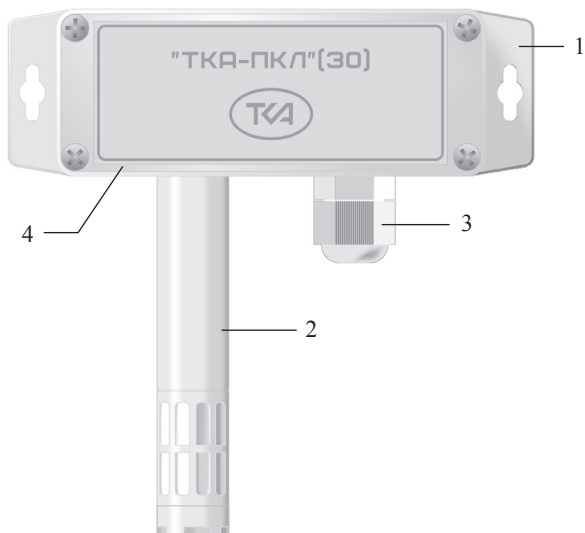
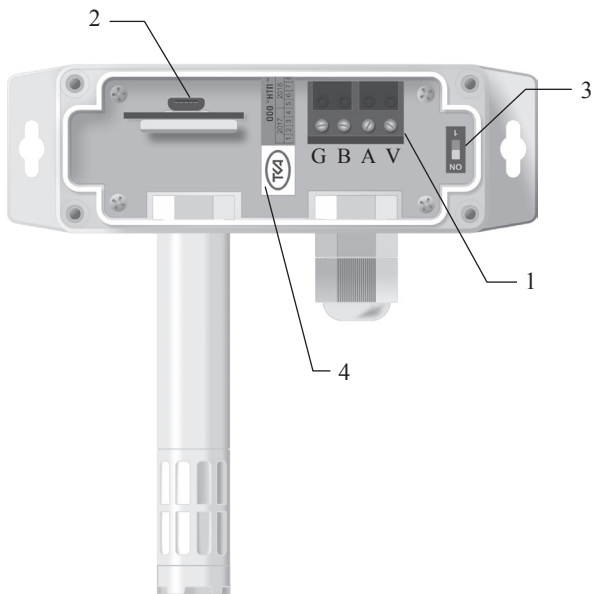

Рис.1 – Внешний вид прибора
Рис.2 – Вид прибора со снятой крышкой
5.1 Конструктивно прибор выполнен в виде единого блока со съемной верхней крышкой, а наличие фланцев у корпуса прибора расширяет возможности при его монтаже. На нижнем торце корпуса прибора установлены зонд с датчиками измеряемых параметров (2, Рис.1) и кабельный ввод (3, Рис.1) для подключения к измерителю кабеля питания и передачи данных по интерфейсу RS-485, благодаря чему измеритель-регистратор может быть использован как ведомое устройство в промышленных сетях Modbus. Для обеспечения работоспособности измерителя-регистратора необходимо подключить линии А, В интерфейса RS-485, подать напряжение питания и присвоить сетевой адрес данному устройству. Так как прибор реализован в пыле- и влагозащищенном корпусе, доступ к клеммнику (1, Рис.2), разъему micro-USB (2, Рис.2) и переключателю терминирования линии (3, Рис.2) возможен при снятой верхней крышке. Разъем micro-USB предназначен для настройки прибора, а клеммник - для подключения 4-жильного кабеля связи и питания, заведенного через кабельный ввод. При этом каждый контакт съемного клеммника имеет обозначение на плате: G - земля питания, В - линия данных В, А - линия данных А, V - плюс питания.
5.2 Пломба предприятия-изготовителя устанавливается внутри прибора (4, Рис.2).